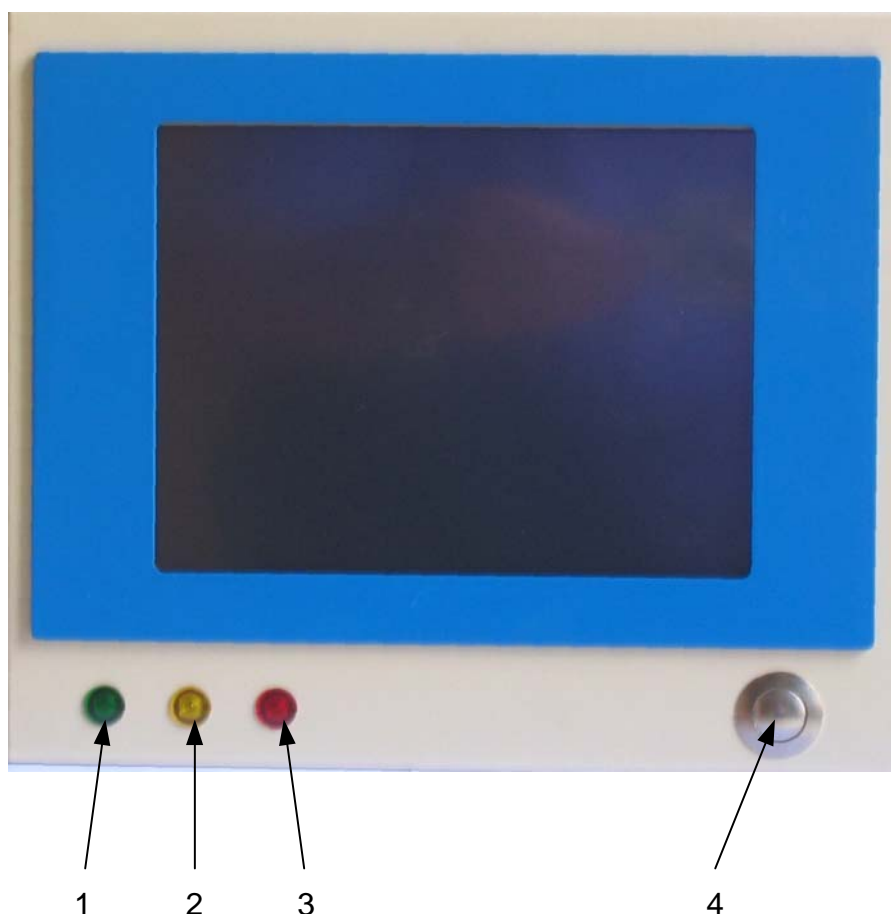

Figure 3 – Pupitre de commande
- Appuyer sur le bouton poussoir (4, Figure 3) du pupitre de commande.
Les voyants rouge (3, Figure 3) et jaune (2, Figure 3) du pupitre de commande s'allument pendant environ 30 secondes (temps nécessaire à l'initialisation de Windows et de l'appliquatif Sterisoft) puis s'éteignent. Le voyant vert (1, Figure 3) s'allume alors et l'écran d'accueil s'affiche.